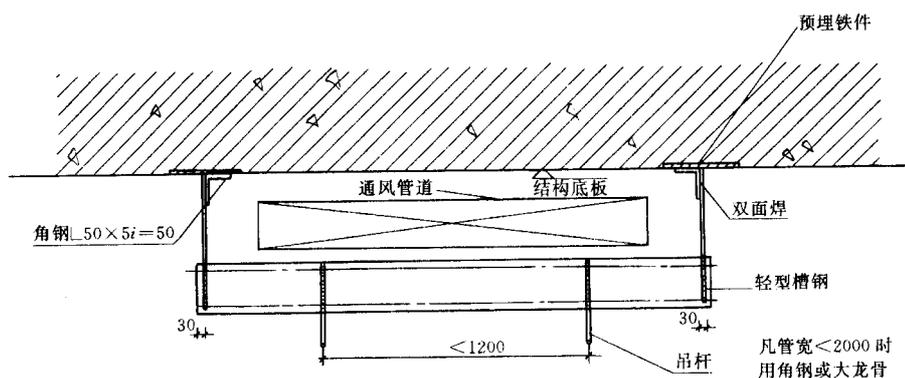

图 2-3-3 主次龙骨安装图
3) 主龙骨的安装必须让开通风管道及灯具的位置，当主龙骨必须切断时，龙骨两端不得有悬臂现象，且应做加强处理，见图 2-3-3。